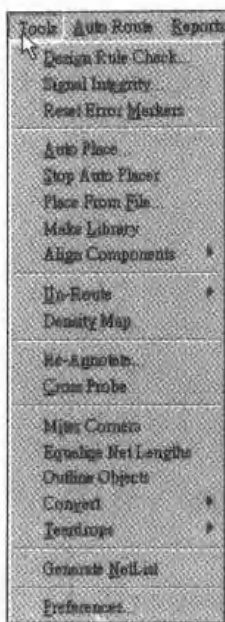

图1.9 Tools 菜单
在主工具条上面为菜单栏(即该图中标示的④部分)，其中包括 11 个菜单，PCB 所有操作命令都在这几个菜单里，我们只要以光标指向所要操作的菜单上，单击它，即可弹出该菜单，以 Tools 菜单为例，如图 1.9 所示。